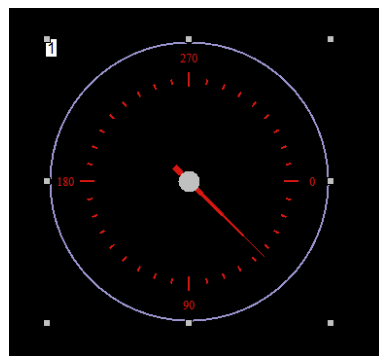

图 3-4 初始值 45
3)初始值：指针一开始指向的数值。比如我们保持其他数值不变，设置初始值为 45，指针一开始的指向如图 3-4 所示。